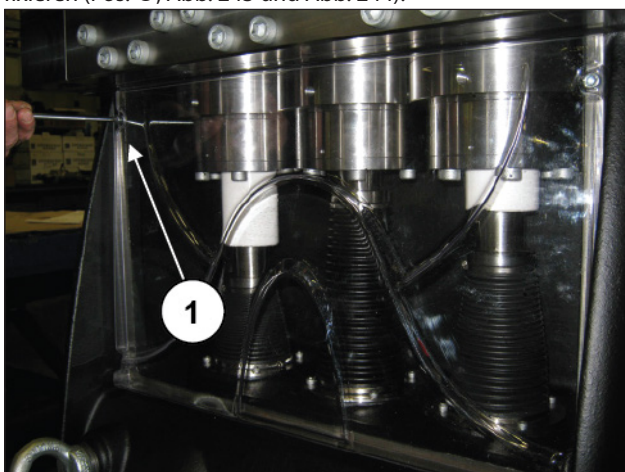
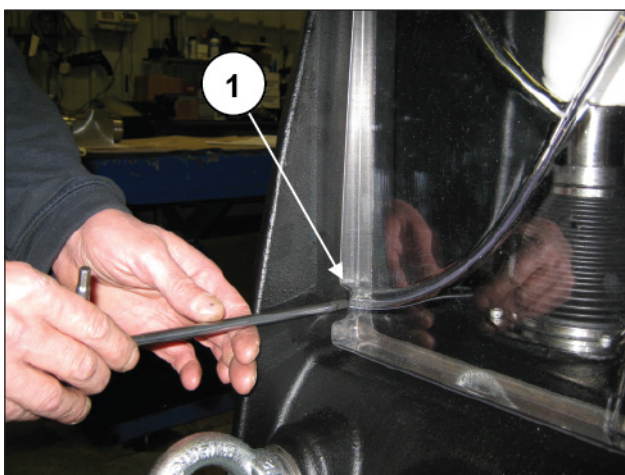

Abb. 243
Abb. 244
Positionieren Sie jetzt den oberen Inspektionsdeckel und drehen Sie vorsichtig die 4 Schrauben M6 fest, die diesen fixieren (Pos. ①, Abb. 243 und Abb. 244).